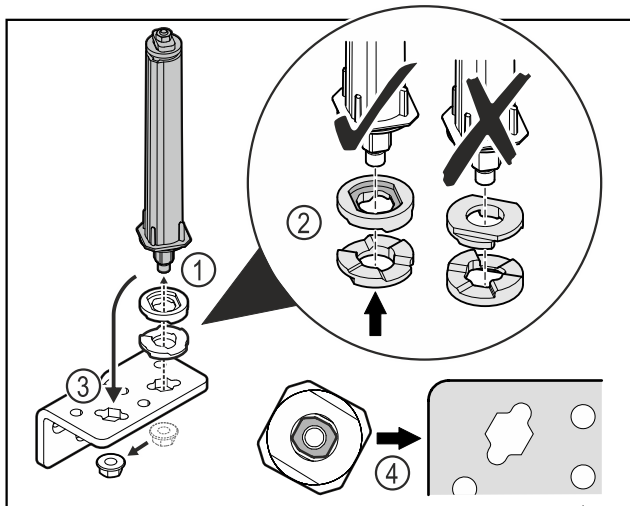

Fig. 32
- ▶ Løsne mutteren og fjern dørlukkesystemet Fig. 32 (1).
- ▶ Sørg for korrekt innretning av høydejusteringsskivene Fig. 32 (2).
- ▶ Sett om dørlukkesystemet i hengselvinkelen og fest med mutteren Fig. 32 (3).
- ▶ Ved innsetting, sørg for korrekt innretning av dørlukkesystemet Fig. 32 (4).